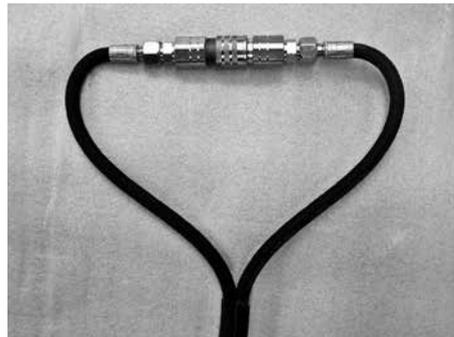

Fig. 59: Conexión de cortocircuito
5. Desconectar el cilindro y hacer una conexión de cortocircuito. (Fig. 59)
Conexión de cortocircuito (Fig. 59)
Conexión de cortocircuito – la manguera se llena. (Fig. 59)